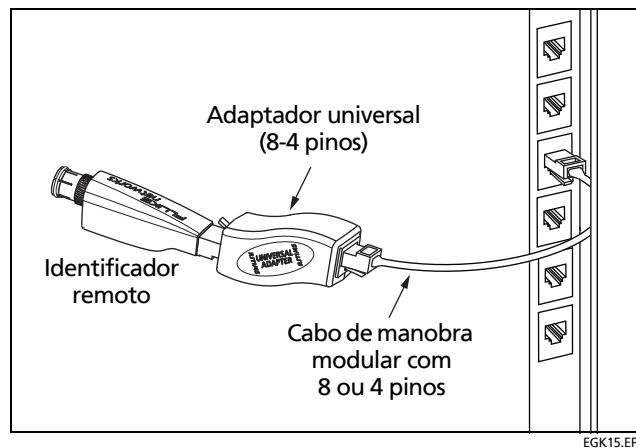

Figura 6. Conexão de identificador remoto em área confinada ou a um conector RJ11
Para conectar um identificador remoto a um conector modular (RJ) em uma área confinada, ou a um conector modular de 4 pinos (RJ11), use o adaptador universal opcional e um cabo de manobra, conforme mostrado na Figura 6.